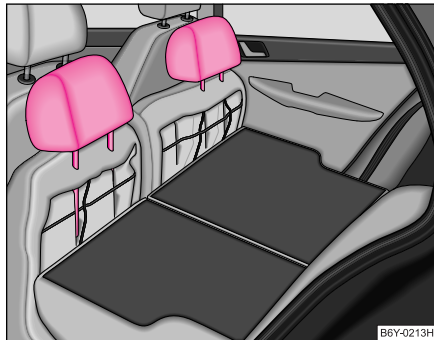

Fig. 53 Asientos traseros: Reposacabezas en los bancos posteriores
- Los reposacabezas se pueden insertar en las correspondientes aberturas del banco trasero abatido hacia delante ⇒ página 77, fig. 53.